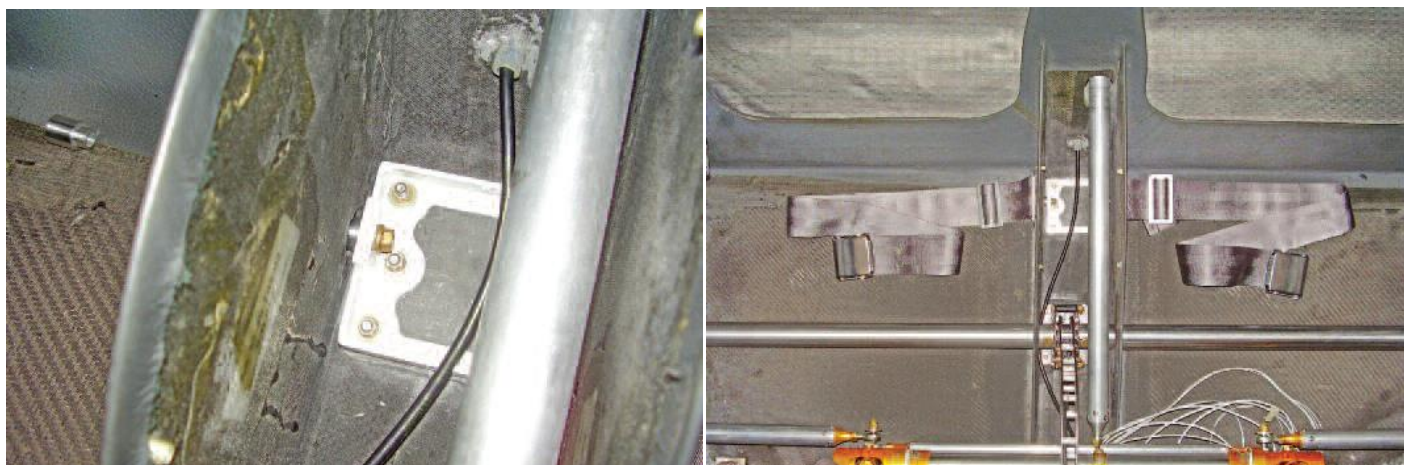

Figura 25.10.37 – Instalação final no suporte central do cinto abdominal
- Cinto de segurança central do abdômen: figura 25.10.37.
10. Instalar a porca MS21042-4 no parafuso AN4-13A, instalado no procedimento anterior conforme a figura 25.10.37. Utilizar uma chave combinada de 5/16" e uma chave tipo catraca $\square \frac{1}{4}$ " com soquete $\square \frac{1}{4}$ " de 7/16". Não apertar totalmente o parafuso;
11. Realizar o mesmo procedimento para a instalação do segundo cinto de segurança abdominal central. A disposição final da instalação destes cintos é mostrada na figura 25.10.37;